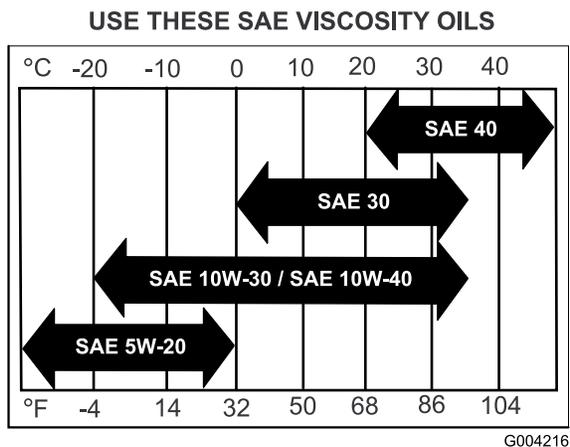

Рисунок 34
**Вязкость:** см. таблицу (Рисунок 34).